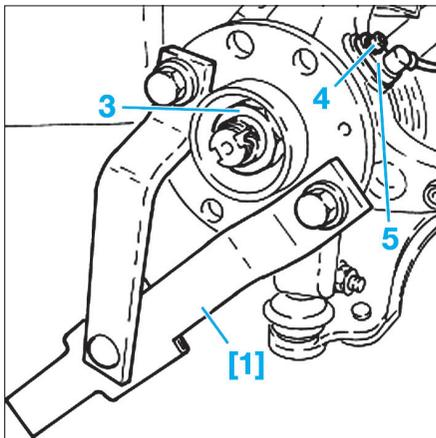
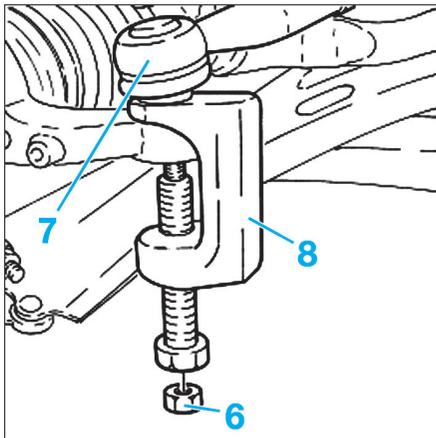

Fig. 14
Fig. 15
- À l'aide de l'outil [1], immobiliser en rotation le moyeu puis déposer l'écrou de transmission (3) (Fig.14).
- la vis de fixation (4) du capteur ABS (5),
- le capteur ABS (5),
- l'écrou de fixation (6) de la rotule de direction (7) et l'extraire du pivot (8) (Fig.15),